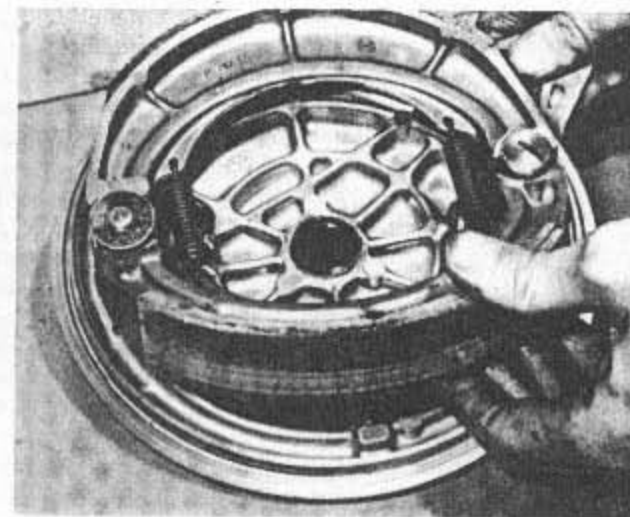

Bild 262
- Um die Bremsbacken auszubauen, ziehe man sie von den Bremsnocken ab und bringe sie in «V»-Stellung (Bild 262), damit sie sich gemeinsam mit den Rückholfedern von der Bremsträgerplatte ab-